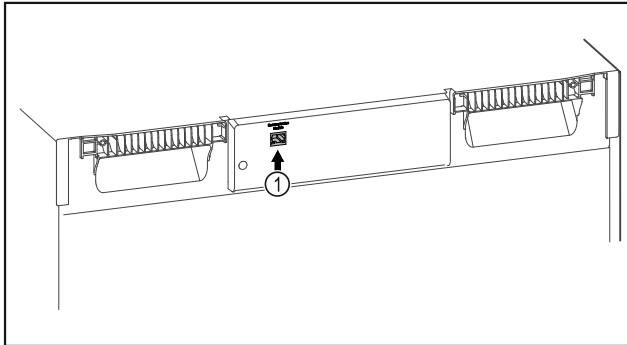

Fig. 79
- Moduli SmartModule Fig. 79 (1) është vendosur.